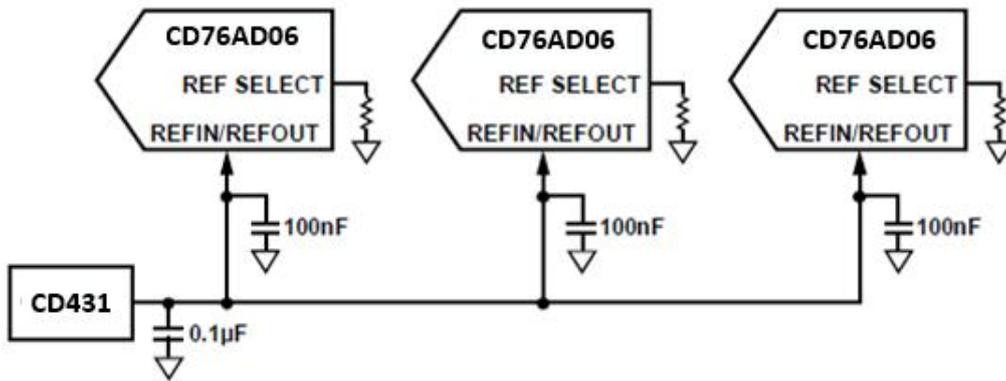

图 22. 单一外部参考驱动多个 CD76AD06 的 REFIN 引脚
**外部参考模式** 一个 ADR421 外部参考可以用于驱动所有 CD76AD06 设备的 REFIN/REFOUT 引脚（见图 22）。在这种配置中，每个 CD76AD06 的 REFIN/REFOUT 引脚应至少用 100nF 去耦电容进行去耦。